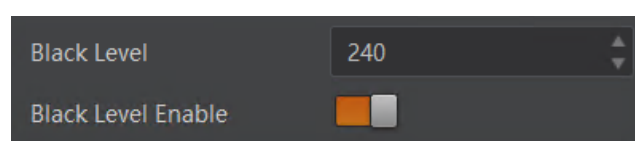

图11-1 黑电平设置
2. 在 *Black Level* 参数中输入需要设置的数值，如图11-1所示。